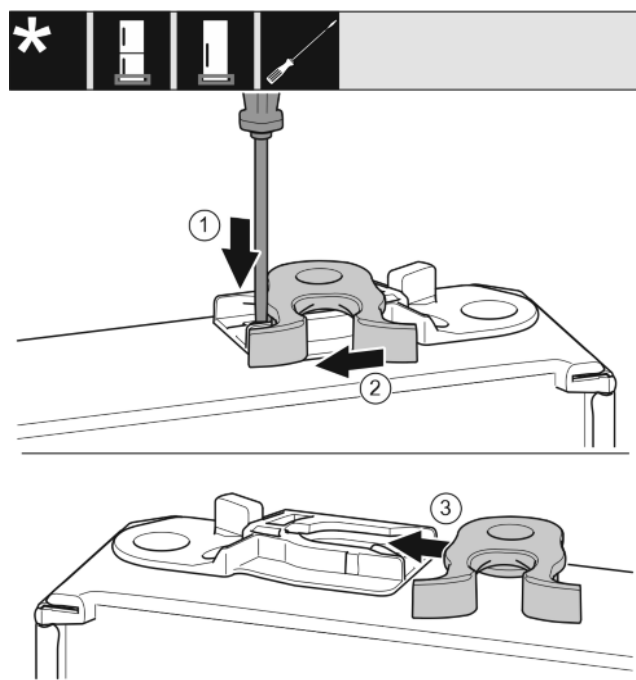

Fig. 16
- Apăsaţi în jos eclisa cu şurubelniţa plată. Fig. 16 (1)
- Trageţi cârligul de închidere din ghidaj. Fig. 16 (2)
- Împingeţi pe partea opusă cârligul de închidere în ghidaj. Fig. 16 (3)